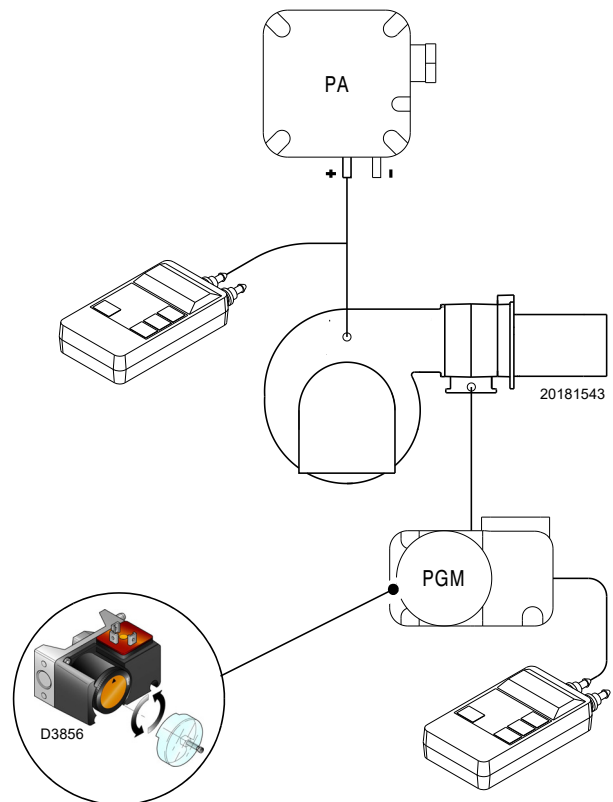

Fig. 32
- Regular el presostato gas de máxima (Fig. 32 a pág. 33) al final de la escala.
Después de haber efectuado todas las demás regulaciones del quemador, con el presostato gas de máxima regulado al final de la escala, efectuar la regulación del presostato gas de máxima, (Fig. 32).